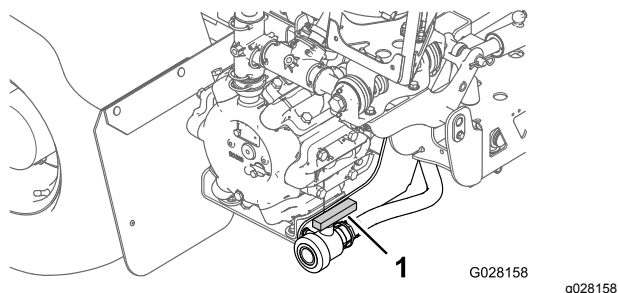

Рисунок 28
2. Найдите сливной клапан бака в задней части машины (**Рисунок 28**).